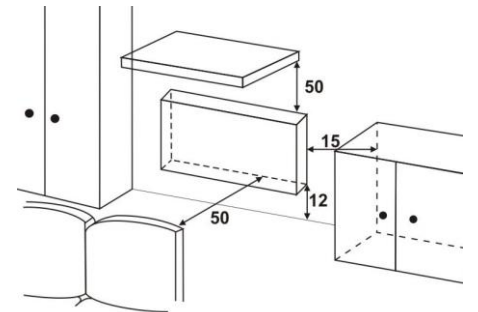

Рис. 2
- Перед прибором на расстоянии до 50 см не должно быть никаких препятствий (рис. 2).